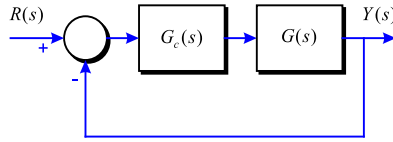

Figura 4-13
**Problema 124** Donat el sistema de la Figura 4-13 amb  $G(s) = \frac{100}{s(1 + 0.1s)}$  i utilitzant el mètode del lloc de les arrels:
1. Trieu un controlador proporcional (P)  $G_c(s) = K$  tal que el sistema controlat tingui: